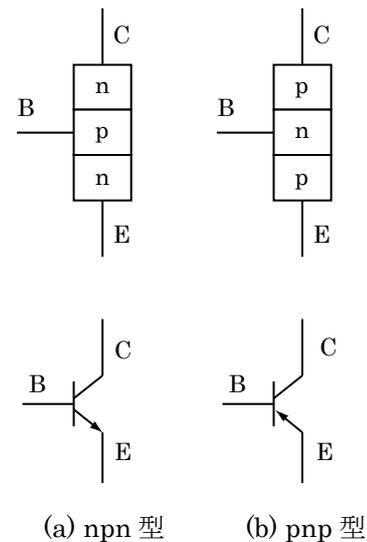

図 1 バイポーラ型トランジスタの構造と記号
トランジスタは導体と絶縁体の中間の性質を持つ半導体にリンなどの 5 価元素を不純物として加えた n 型半導体と、3 価元素のホウ素などを加えた p 型半導体を組み合わせて構成されます。バイポーラ型トランジスタは npn 型と pnp 型の 2 種類があり、それぞれコレクタ(C), ベース(B), エミッタ(E) の 3 つの端子を持っています。図 1 にバイポーラ型トランジスタの構造と記号を示します。nnp 型トランジスタの方が周波数特性が良いと、回路の設計がしやすいのでよく使われます。図 2 に npn 型トランジスタの定番である 2SC1815 の外観を示します（ただし 2010 年頃に廃盤になりました）。